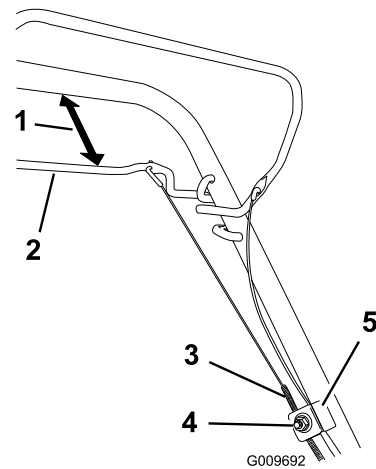

Figure 29
1. Desserrez l'écrou du support de guidage du câble (Figure 29).
2. Maintenez la barre de commande d'autotraction à 25 à 38 mm du guidon (Figure 29).
3. Tirez la gaine du câble vers le bas (vers la tondeuse) pour éliminer le mou du câble (Figure 29).